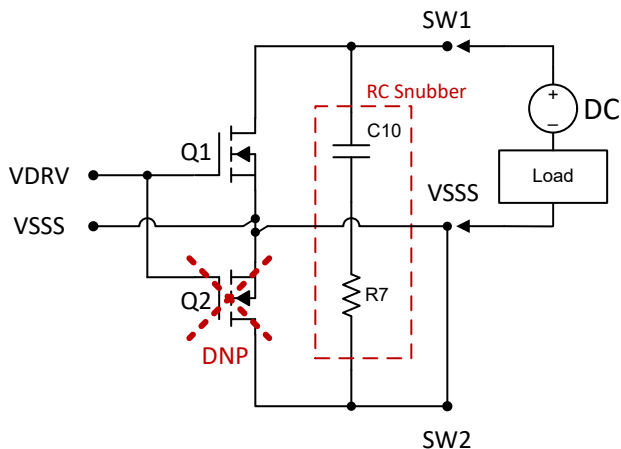

图 4-3. 带 RC 缓冲器的直流负载
- c. 图 4-3 显示了使用一个 MOSFET (Q1) 且未组装 (Q2) 的可能负载配置。通过短接 SW2 端子与 VSSS 端子连接高电感负载时，此配置允许添加 RC 缓冲器。